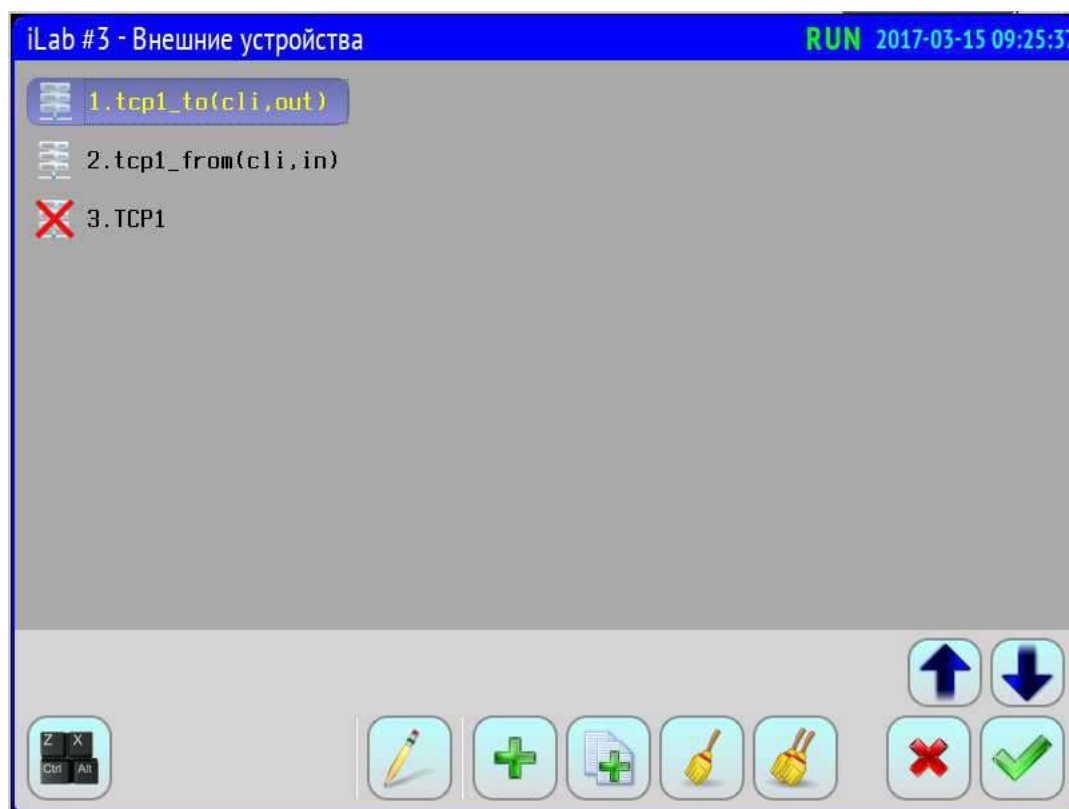
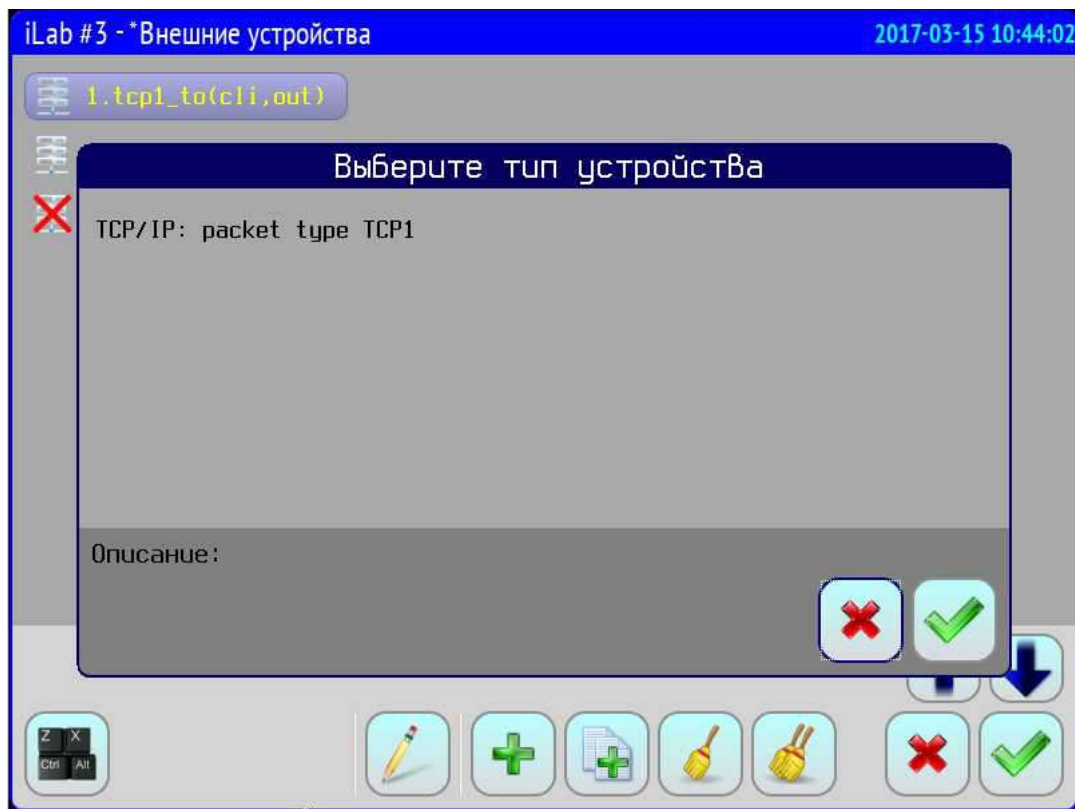

Рисунок 73 - Окно добавления/редактирования внешних устройств
Рисунок 74 - Выбор типа внешнего устройства
13.5.2 Для добавления внешнего устройства следует нажать кнопку «Добавить» () в окне «Внешние устройства» (Рисунок 73). В появившемся окне (Рисунок 74) нужно выбрать необходимый тип устройства из списка и нажать кнопку «Подтвердить» ()
13.5.4 К редактированию свойств внешнего устройства можно вернуться в любой момент выбрав нужное устройство и нажав кнопку  «Редактировать» в окне «Внешние устройства» (смотри Рисунок 73).